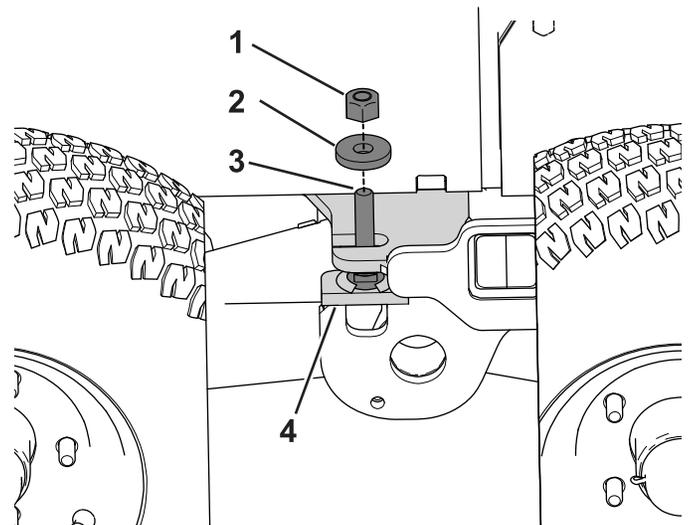

Figura 86
2. Togliete il dado di bloccaggio e la rondella dal prigioniero filettato sul gruppo di arresto del carrello e metteteli da parte (Figura 86).